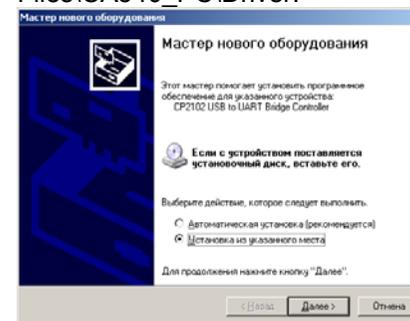
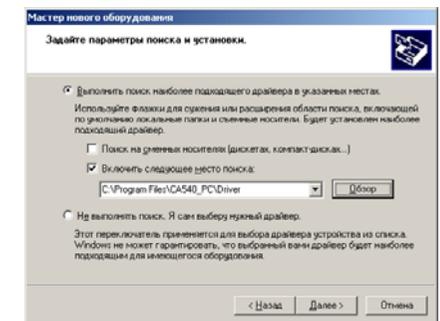

Рисунок 8.9
Рисунок 8.10
2) После включения ПК на экране появится сообщение **Найдено новое оборудование**, а затем окно программы установки нового оборудования (рисунок 8.9).
3) Установить драйвер Блока сопряжения, для чего в окне (рисунок 8.9) щелкнуть в поле "Установка из указанного места", а затем по кнопке **Далее**. На экране появится окно (рисунок 8.10). Щелкнуть по кнопке **Обзор** и выбрать папку C:\Program Files\CA540_PC\Driver.